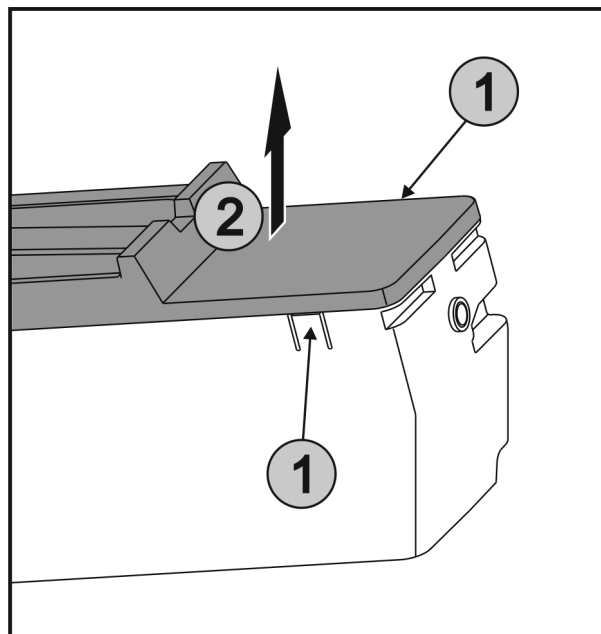

Fig. 43
- ▶ Одновременно нажать на накладки Fig. 43 (1) на обеих сторонах EasyTwist-Ice и снять крышку Fig. 43 (2) движением вверх.